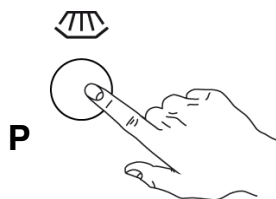

Abb. 33
- 1- Drücken Sie den KNOPF "H" -kontinuierlicher manueller Waschgang-, um den kontinuierlichen Zyklus zu starten. (Abb. 33)